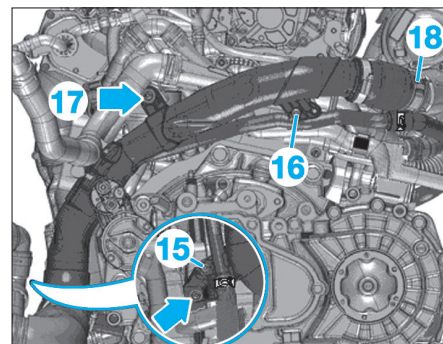

FIG. 146
- la tubulure d'admission (12) du collecteur d'admission,
- la vis (13) du guide de jauge à huile,
- la durit d'admission (14),
- les vis (15), (16) et (17) (Fig.146),